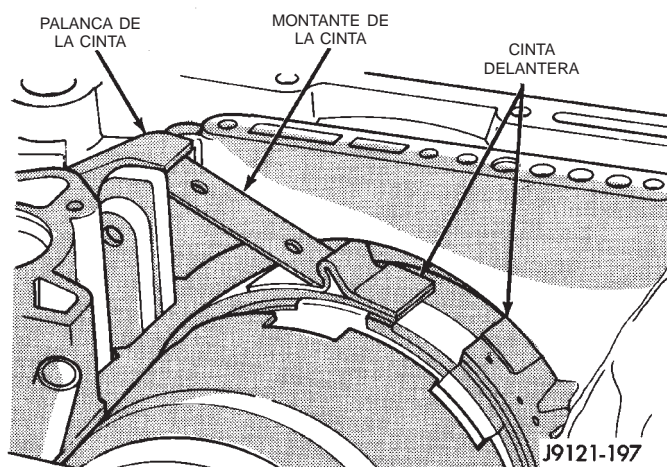
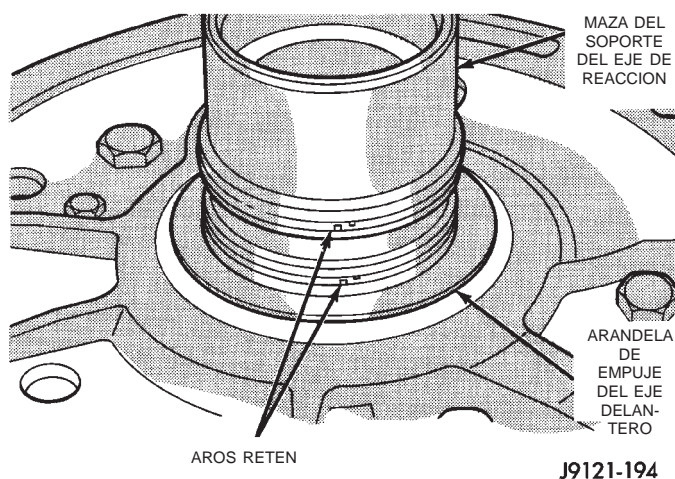

Fig. 108 Instalación de la articulación de la cinta delantera
Fig. 109 Aros retén del soporte del eje de reacción
(36) Acople la cinta delantera en el tornillo de ajuste y sostenga la cinta en su posición.
(37) Instale el montante entre la palanca de la cinta y la cinta delantera (Fig. 108).
(38) Apriete el tornillo de ajuste de la cinta delantera hasta que la cinta apenas se aferre al retenedor del embrague. Antes de continuar, compruebe que los embragues delantero/trasero aún estén asentados.
(39) Compruebe que los aros retén de la maza de soporte del eje de reacción estén enganchados entre sí (Fig. 109).